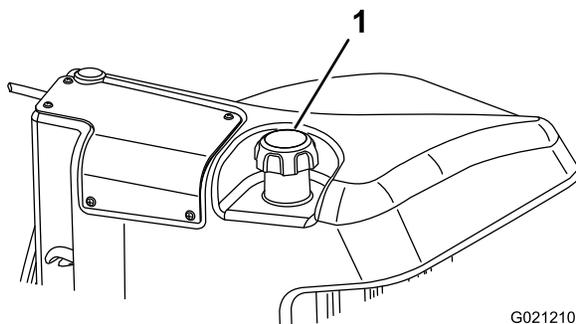

Рисунок 32
3. Снимите крышку топливного бака (Рисунок 32).